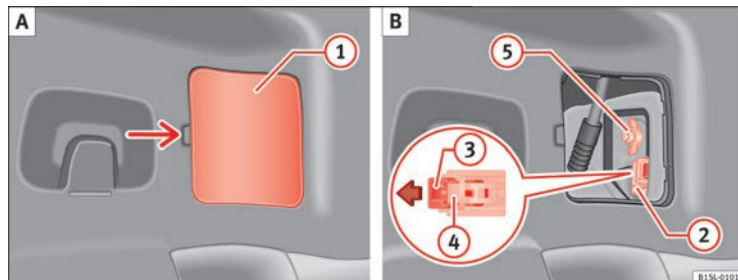

Fig. 155 Na lateral do porta-bagagens: A: Desmonte a cobertura, B: Desmontagem dos grupos ópticos traseiros.
3. Retire a cobertura ① com cuidado, pressionando ⇒ Fig. 155 A.
4. Puxe o bloqueio ③ no conector ② na direcção da seta ⇒ Fig. 155 B. Utilize para tal a chave de fendas das ferramentas de bordo.
5. Pressione o encaixe ④ e extraia o conector ② ⇒ Fig. 155 B.
6. Desenrosque a porca de borboleta ⑤ ⇒ Fig. 155 B.
13. Aguarde com uma mão a luz traseira na posição de montagem e enrosque até ao fim a porca de borboleta com a outra mão ⑤ ⇒ Fig. 155 B.
15. Introduza o conector ② no porta-lâmpadas e pressione o bloqueio ③ no conector na direcção contrária à da seta ⇒ Fig. 155 B.